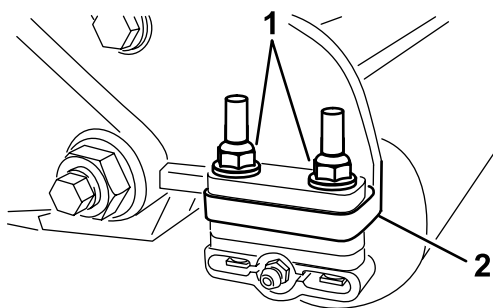

Рисунок 1
- Выверните 2 фланцевые контргайки с 2 шайбами, которые крепят каждый кронштейн валика к боковым пластинам (Рисунок 1). Не выкручивайте болты.